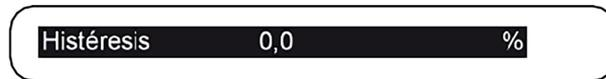

Figura 3.56: Configuración de Histéresis
**Configuración de histéresis:** este es el valor de tolerancia ingresado en %. Ver el método de utilización en el ejemplo de abajo y en la Figura 3.56 de la página 3-32. Puede ser seleccionado entre 0,0 y 20,0. (Para la utilización del Teclado Virtual del PFW03-T, consulte el Item 3.1.4 Relación de Transformación de Corriente \(RTC\) de la página 3-2).